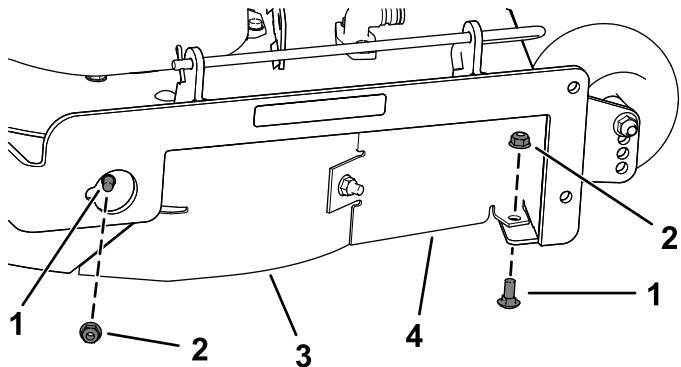

Figura 14
- Rimuovete i 2 bulloni a testa tonda (5/16" x 3/4") e i 2 dadi di bloccaggio (5/16") che fissano il deflettore destro e la protezione del deflettore assemblati sul piatto di taglio (Figura 14).